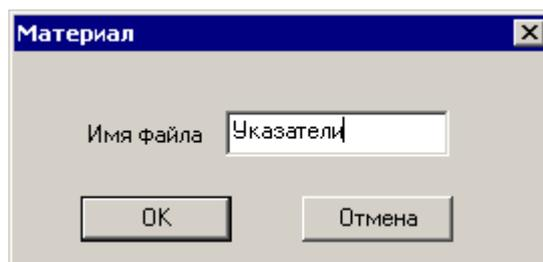

Рисунок 48
3. Для того чтобы создать новую галерею – нажать кнопку «Добавить файл» или выбрать команду «Новый» контекстного меню списка галерей. Откроется окно ввода наименования новой галереи (см. рис. 48). В поле «Имя файла» следует ввести название новой галереи и нажать кнопку «ОК». Новая галерея будет создана. Если при создании галереи был выделен корневой каталог списка галерей, то новая галерея будет создана в общем списке; если была выделена одна из ранее создан-